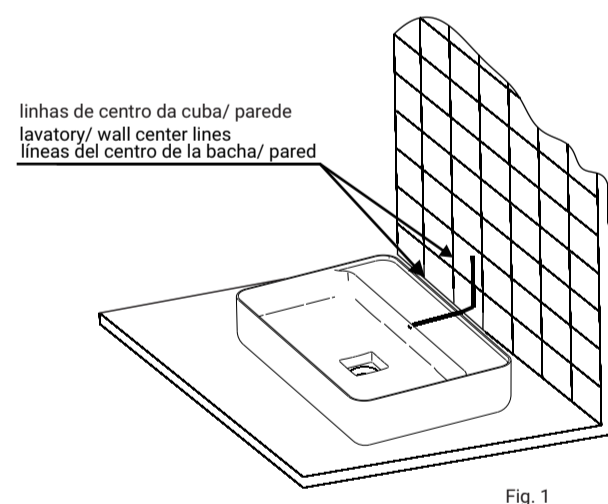

Fig. 1
- colocar a cuba sobre o tampo e traçar uma linha conforme fig.1, retirar a cuba e prolongar esta linha até o tampo.
Place the lavatory over the countertop and draw a line according to fig.1. Remove the lavatory and extend this line up to the countertop.